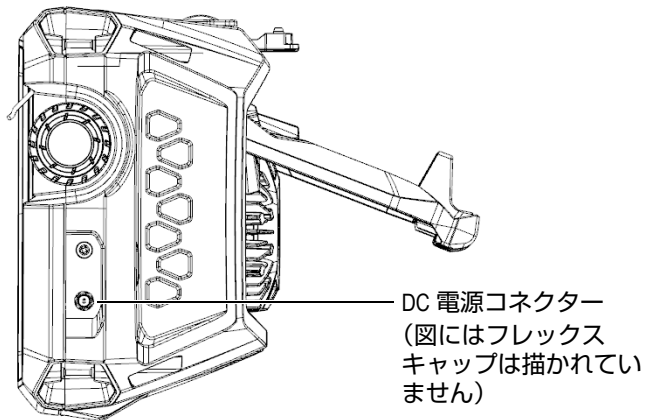

図 3-1 DC 電源コネクタ
2. OmniScan X3 の本体の右側にある DC 電源コネクタのゴム製のフレックスキャップを取り外します (42 ページの図 3-1)。